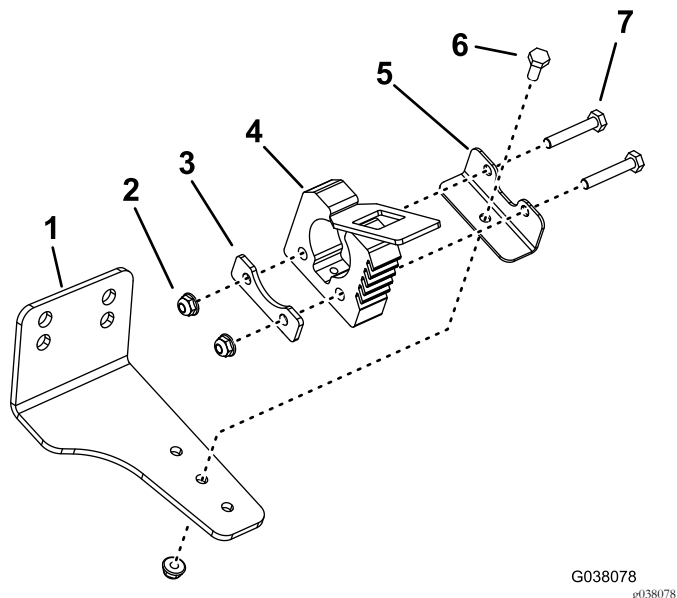

Figura 2
1. Montate il gruppo del supporto posteriore (Figura 2).